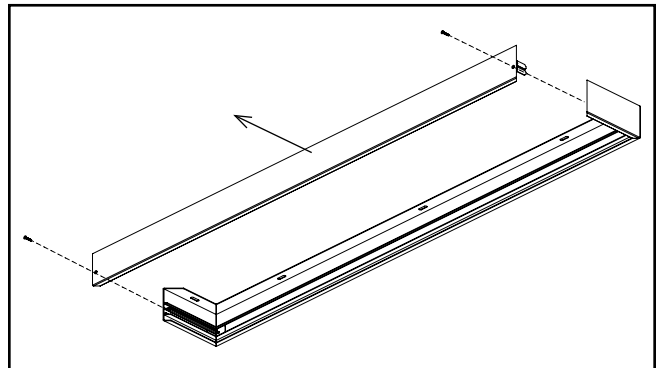

Figura 7.
- A7. Desatornille y retire el riel largo que no está unido a la superficie, así como los soportes en L, y guárdelos para volver a usarlos. (Figura 7.)